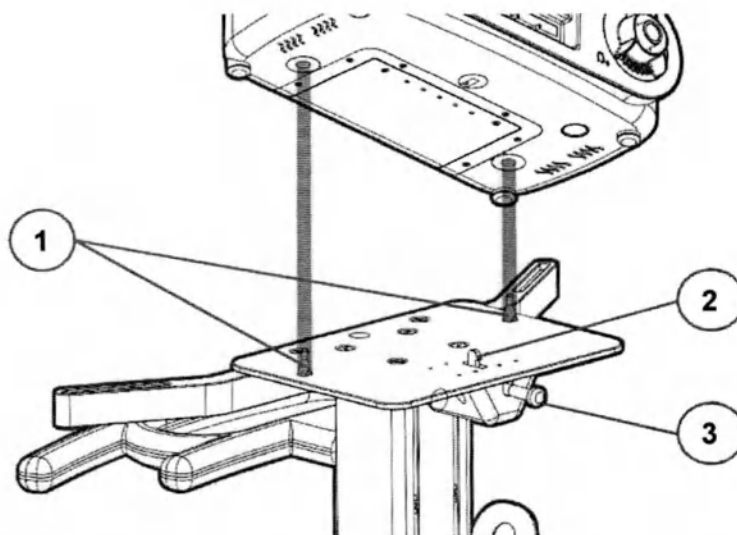

Рисунок 3.3 – Установка рабочего блока на плиту тележки
- 3 Зафиксируйте рабочий блок на тележке с помощью фиксатора (см. рисунок 3.3).